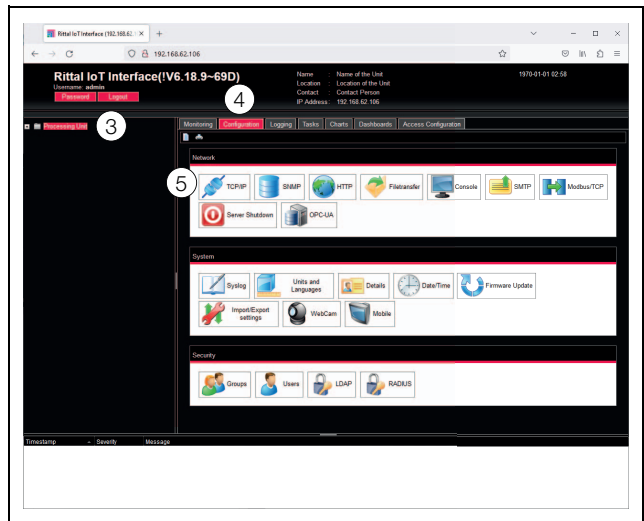

Fig. 11 : adaptation des réglages TCP/IP
- Dans la partie gauche de la fenêtre (zone de navigation), cliquer sur **Processing Unit** (fig. 11, pos. 3) et dans la partie droite (zone de configuration), sur l'onglet **Configuration** (fig. 11, pos. 4).
- Dans le cadre **Network**, cliquer sur le bouton de commande **TCP/IP** (fig. 11, pos. 5).